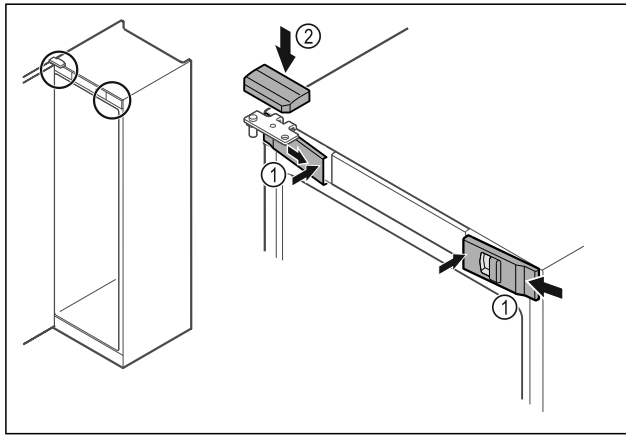

Fig. 37
- ▶ Skyv de fremre dekslene Fig. 37 (1) inn på siden, og smekk dem på plass på innsiden.
- ▶ Smekk det øvre dekselet Fig. 37 (2) på plass ovenfra.